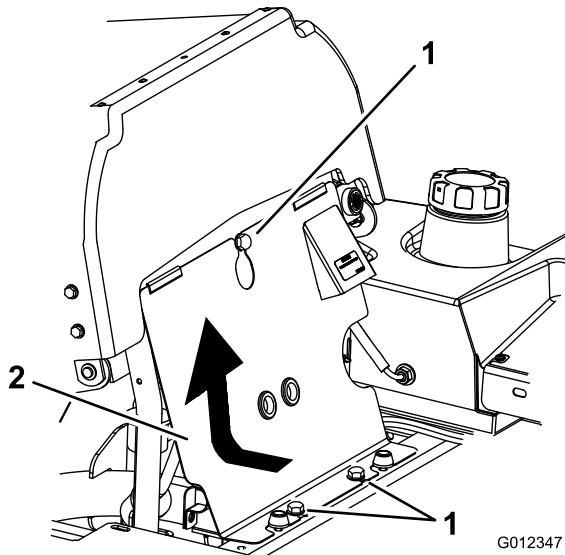

Bild 37
1. Klappen Sie den Sitz hoch, lösen Sie die Schrauben und entfernen Sie die vordere Motorabdeckung (Bild 37).